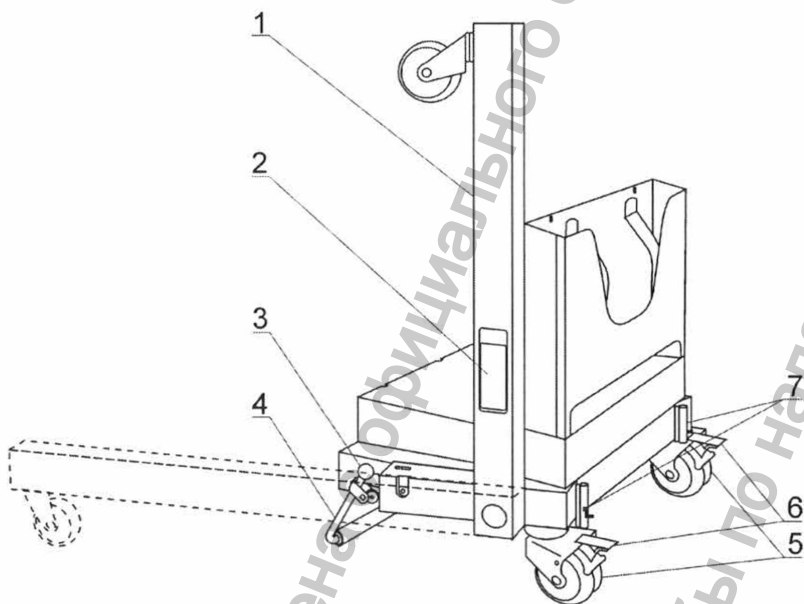

Рис. 8. Устройство основания:
- ▶ Опустить складные опоры. Для этого необходимо, придерживая складную опору 1 (см. Рис. 8), открыть пластину фиксатора 2 наружу до упора. Опустить складную опору и зафиксировать ее, вернув пластину фиксатора в первоначальное положение. Указанную последовательность действий повторить для второй опоры.
- ▶ Убрать откидную подножку 4. Для этого необходимо зафиксировать задние опорные колеса 5, опустив рычаги приводов тормозов 6 вниз до упора. Взяв одной рукой за рукоятку (поз. 7 на Рис. 1) отклонить Аппарат немного назад. Второй рукой убрать подножку 4 (см. Рис. 8) при помощи рукоятки 3. Снять фиксацию задних опорных колес, подняв рычаги приводов тормозов 6.
отключения фиксации необходимо поднять ручки фиксаторов 7 (см. Рис. 8) в верхнее крайнее положение и повернуть в паз держателя ручки (влево или вправо, соответственно для левого или правого фиксатора).